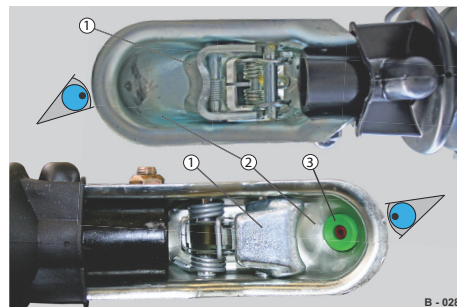

Abb. 6 Beispiel: Zugkugelpkupplungen, von unten
- ▶ Regelmäßig den Zustand der Kupplungsschale (Abb. 6/1) und der Kalotte (Abb. 6/2) sichten.